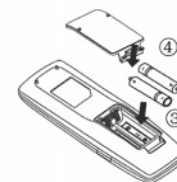

Рисунок 2
3. Вставьте две батарейки 1,5 В размером AAA. Убедитесь в правильности расположения полюсов батарейки + и – (см. рис. 2).
4. Снова установите крышку (см. рис. 2).